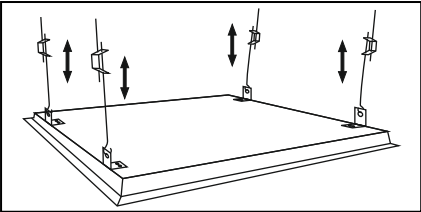

Рис. 3
- 5.12 Закрепите тросы или проволочные подвесы на монтажных скобах осветительного прибора и отрегулируйте длину, чтобы выровнять прибор относительно потолка "Грильято" (рис. 3).